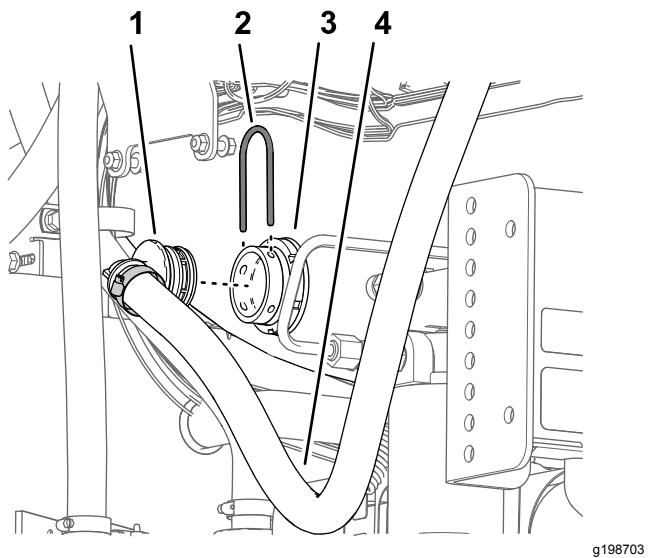

Рисунок 61
2. Снимите большой держатель, который крепит прямоугольный штуцер типа «елочка» на нижнем конце перепускного шланга к переходному штуцеру на баке опрыскивателя (Рисунок 61).